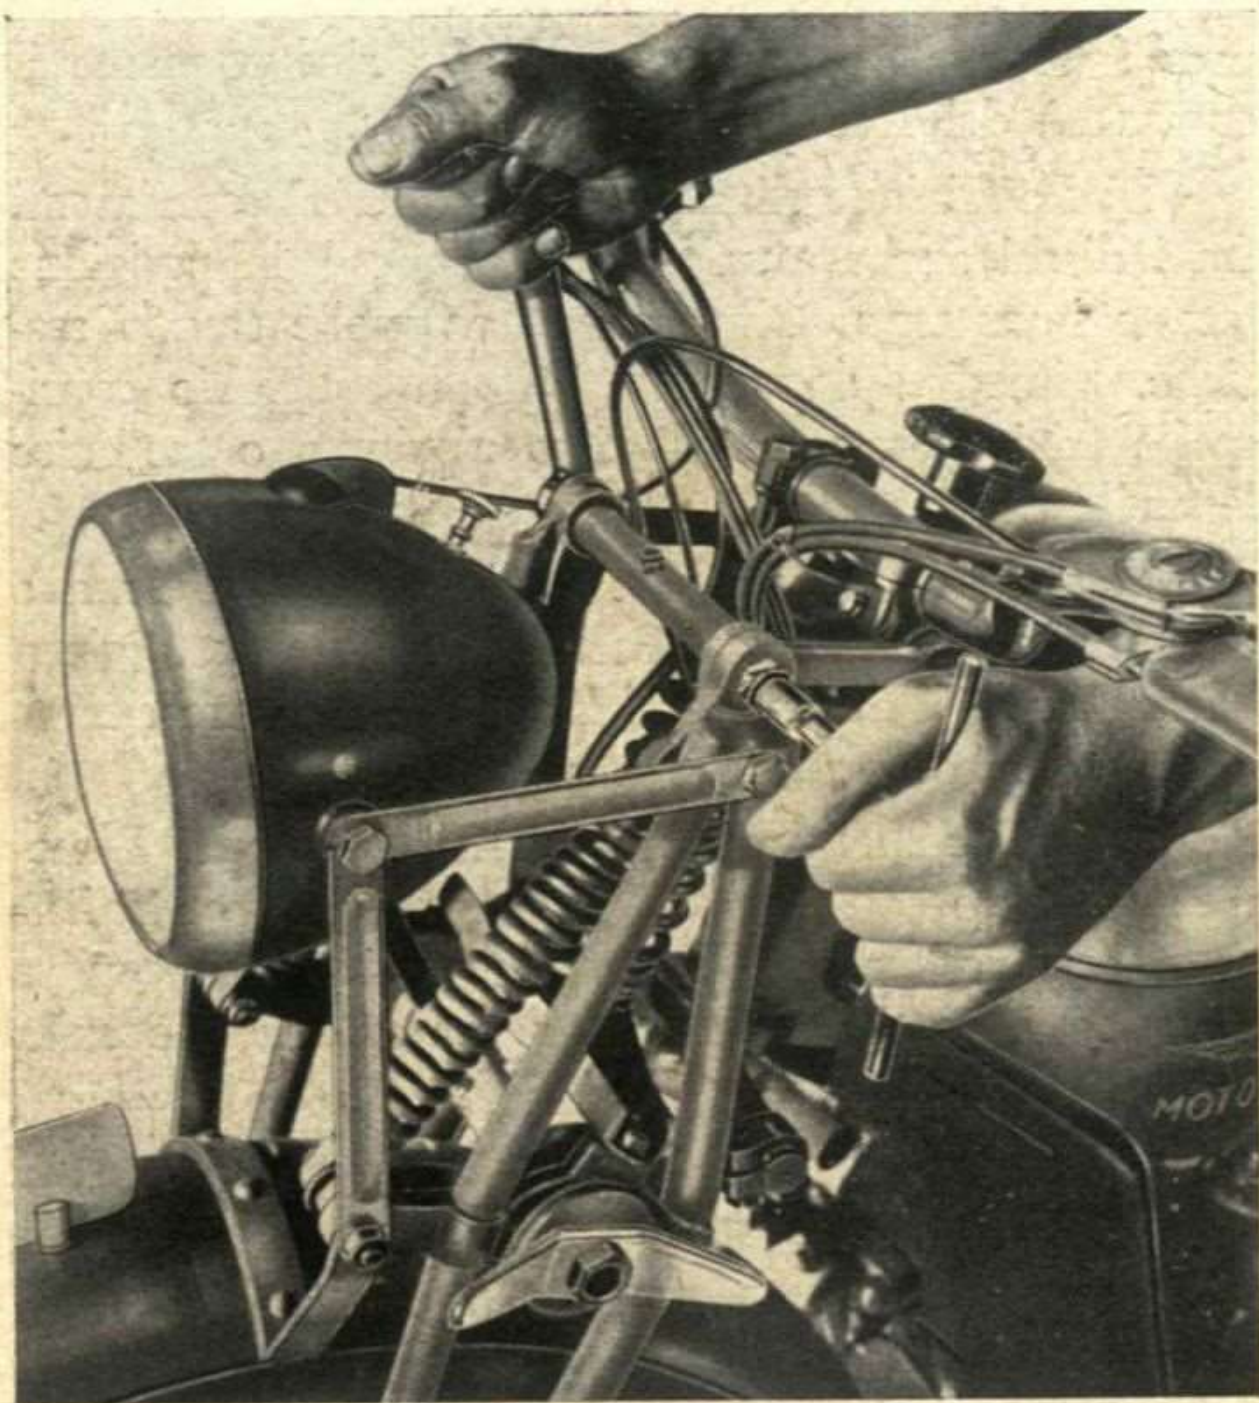

Fig. 10
Fig. 10 bis
*Perno superiore:* Allentare i due dadi indi agire sul quadro del perno con apposita chiave; a regolazione avvenuta bloccare nuovamente i due dadi (*ved. fig. 10*).
Se lo sterzo ha gioco i movimenti a sfere sono soggetti a dannosi scuotimenti. Per registrarlo occorre: allentare il dado per bullone serraggio testa di sterzo, indi avvitare il dado per serraggio sterzo posto sotto il volantino comando frenasterzo (*vedere fig. 10 bis*) di quel tanto che necessita per levare il gioco pur mante-